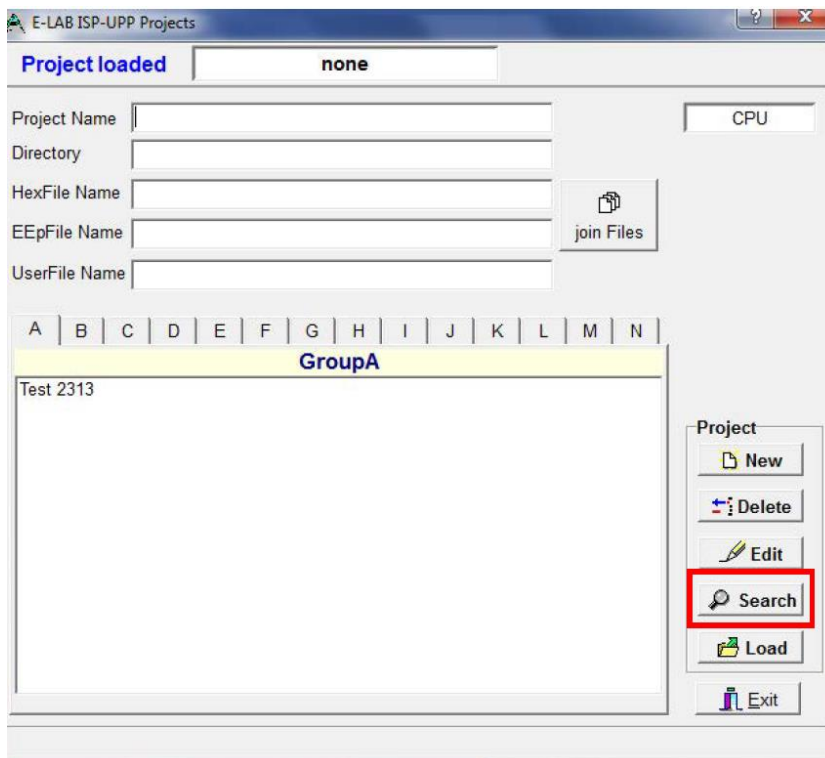

Рисунок 5
2.2.3 Нажмите на «Search», чтобы найти необходимый файл встроенного ПО (рисунок 5).